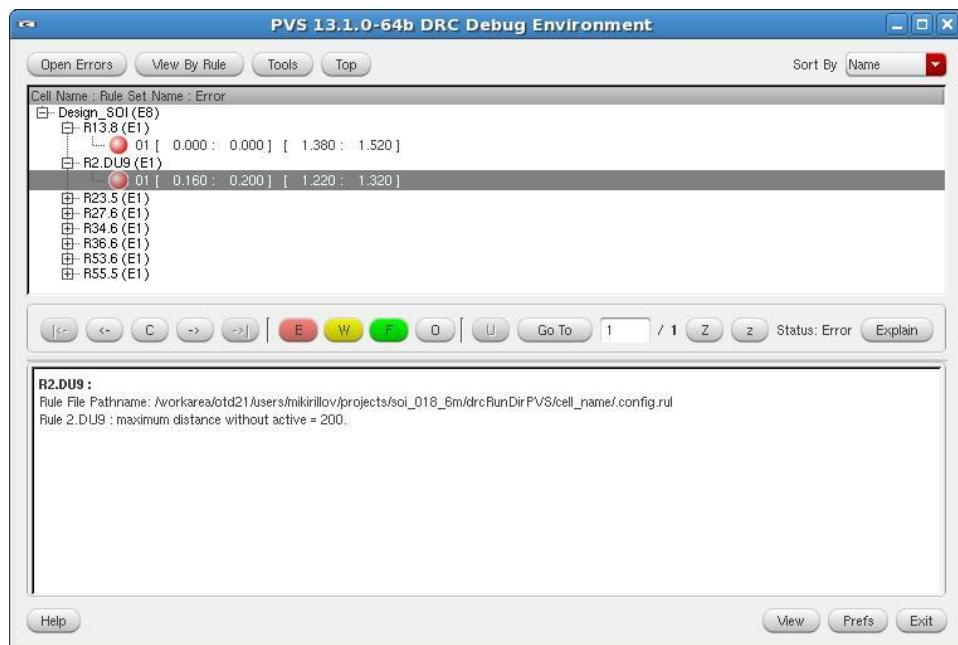

Рис. 10.5. Окно DRC Debug Environment.
- 10) После окончания проверки автоматически появится окно DRC Debug Environment, в котором отображаются результаты DRC-проверки (рис. 10.5).